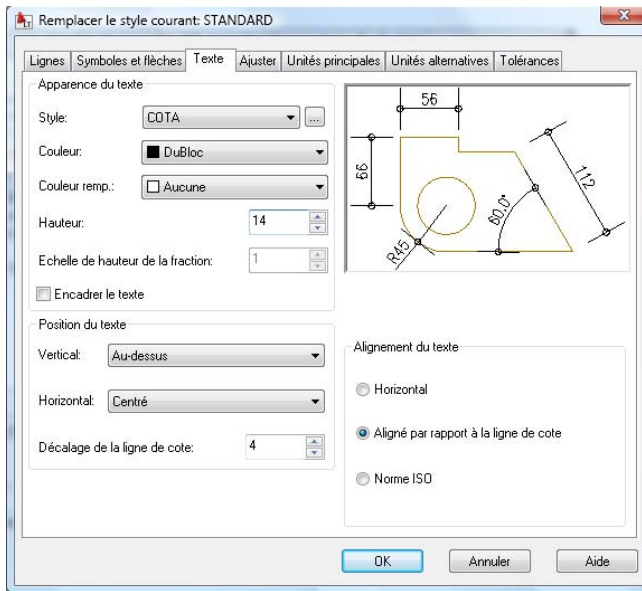

Figure 5.79
4. Cliquez sur l'onglet Texte (voir Figure 5.79). Cet onglet permet de contrôler les paramètres d'apparence, de positionnement et d'alignement du texte.